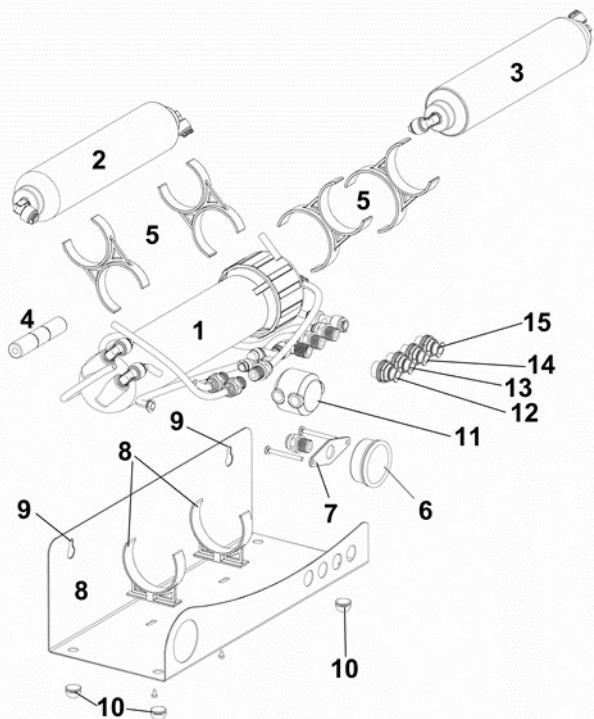

Fig. 1 :
Attention : Lors de la première mise en fonction rincer particulièrement (Fig. 1, n° 3) le pré filtre et raccordez le, seulement après, au boîtier pression de la membrane !
2. Raccordez le tuyau des eaux usées (Fig. 1, n° 14). À l'aide du collier de serrage fourni (Fig. 2, n° 1), le tuyau d'eaux usées peut également être raccordé directement à une conduite d'eaux usées appropriée dans laquelle un trou d'environ 5 mm a été préalablement pratiqué. Le sceau carré (Fig. 2, n° 2) est placé entre la pince et le trou. Toutefois, afin de réduire le risque de contamination par les bactéries, il est conseillé de ne pas raccorder le tuyau d'évacuation des eaux usées à la canalisation des eaux usées, mais de le laisser s'égoutter dans l'égout.
3. Raccordez le réservoir de l'eau d'osmose (Fig. 1, n° 13).